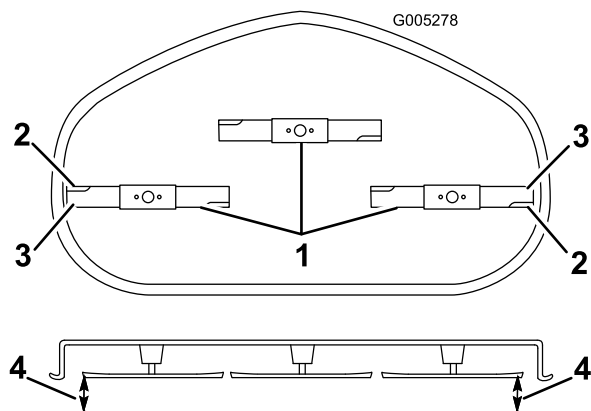

Figure 54
4. Faites pivoter la ou les lames avec précaution pour qu'elles soient toutes parallèles (Figure 54).
5. Mesurez la distance entre les tranchants extérieurs et le sol plat (Figure 54). Si les deux mesures diffèrent de plus de 5 mm (3/16 po), un réglage s'impose. Poursuivez la procédure.